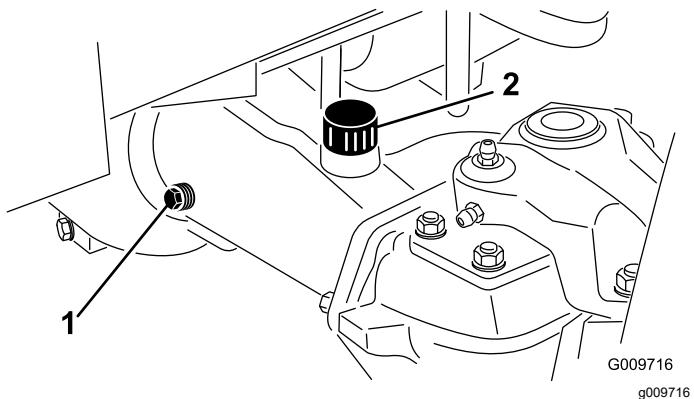

図 79
2. アクスルの一方の端部から点検用プラグを抜き、穴の高さまで潤滑油があることを確認する**図 79**。